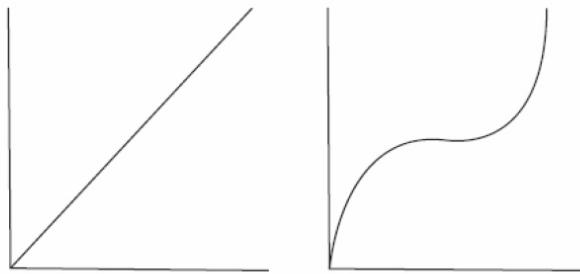
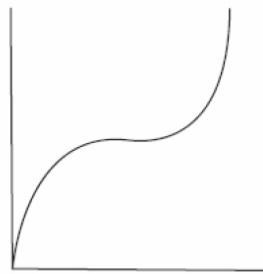

Fig.1
Fig.2
Beim Drehen von Regler (V2) auf (0), ist die Kurve linear (Fig. 1). Beim Drehen von Regler (V2) bis zum Ende von (+) wird es eine exponentielle Gaskurve (Fig. 2). Wenn man Regler (V2) bis zum Ende von (-) dreht, verändert sich die Gaskurve zu einer Entgegengesetzten Exponentialkurve.